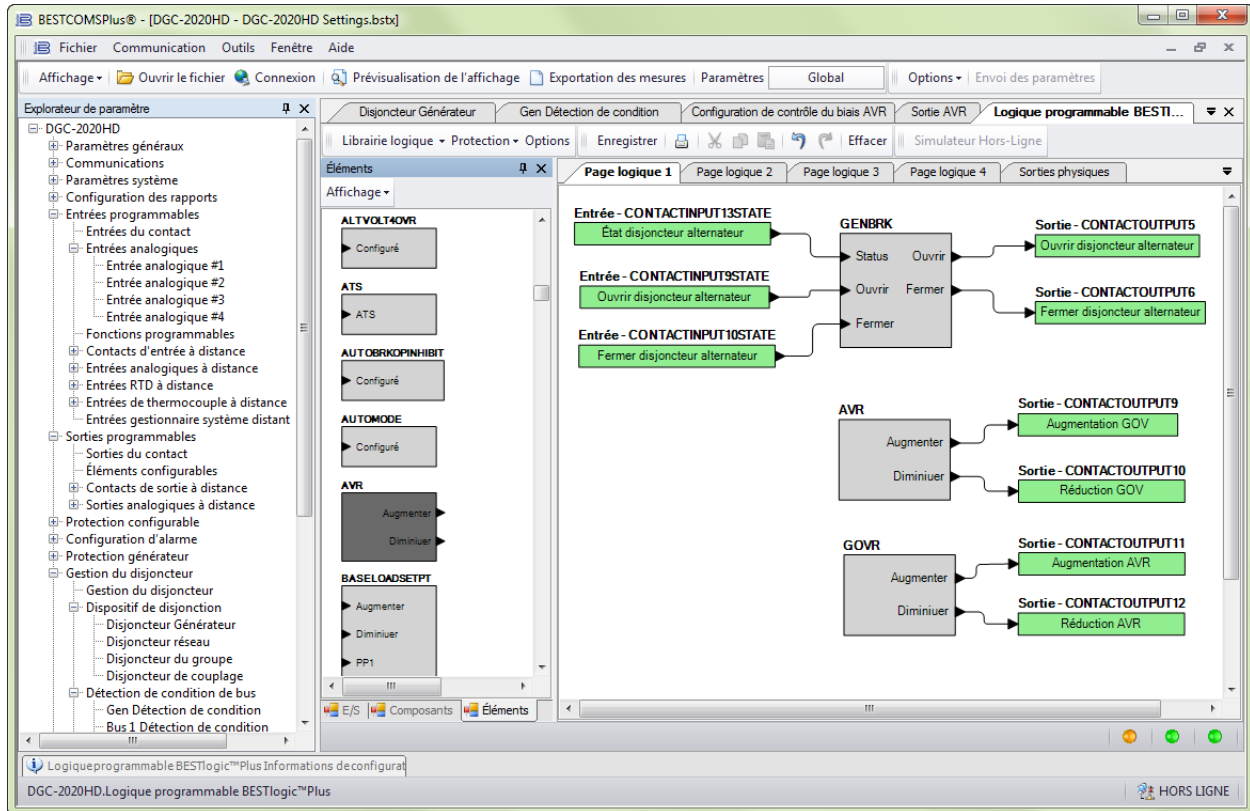

Figure 13-13. Configuration du synchroniseur dans BESTLogicPlus (Étape 28)
28. Cliquez sur l'onglet E/S et faites glisser les sorties affectées à l'étape 5 dans l'écran de la logique principale. Connectez les blocs logiques GOVR et AVR aux contacts de sortie appropriés. Reportez-vous à la Figure 13-13.